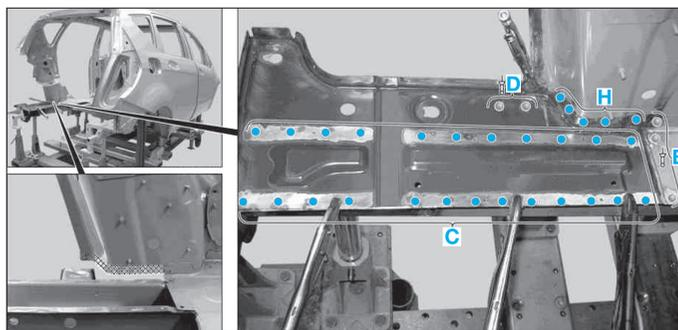

FIG. 140
- Riveter le plancher arrière (rivet Polygrip à tête plate, tête ronde de Ø 6,4 x 14 mm) dans les zones (D) et (E) (Fig.140).